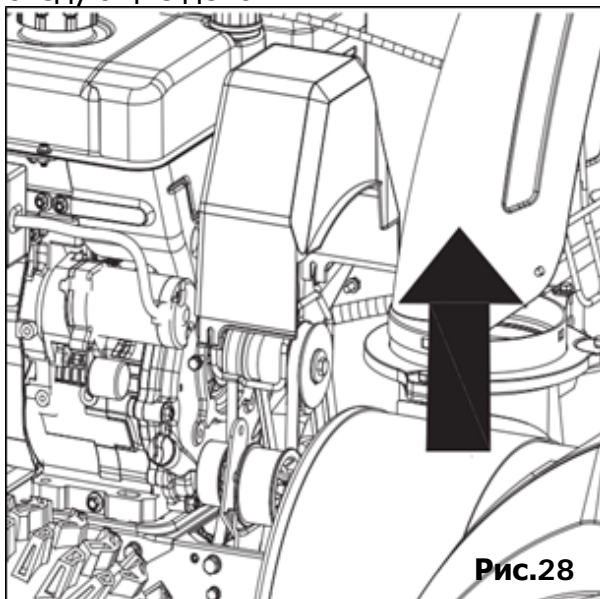

Рис.28
- Снимите крышку ремня с передней стороны двигателя, отвернув два самонарезающих винта (Рис. 28).